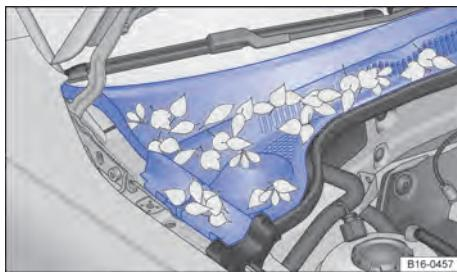

Fig. 228 Entre o compartimento do motor e o para-brisa: caixa de água (representação esquemática).
Caixa d'água, compartimento do motor: remover folhagens e outros objetos soltos com um aspirador ou com a mão → Fig. 228 → ①. A limpeza do compartimento do motor deve ser sempre realizada por uma Concessionária Volkswagen ou por uma empresa especializada → ▲.